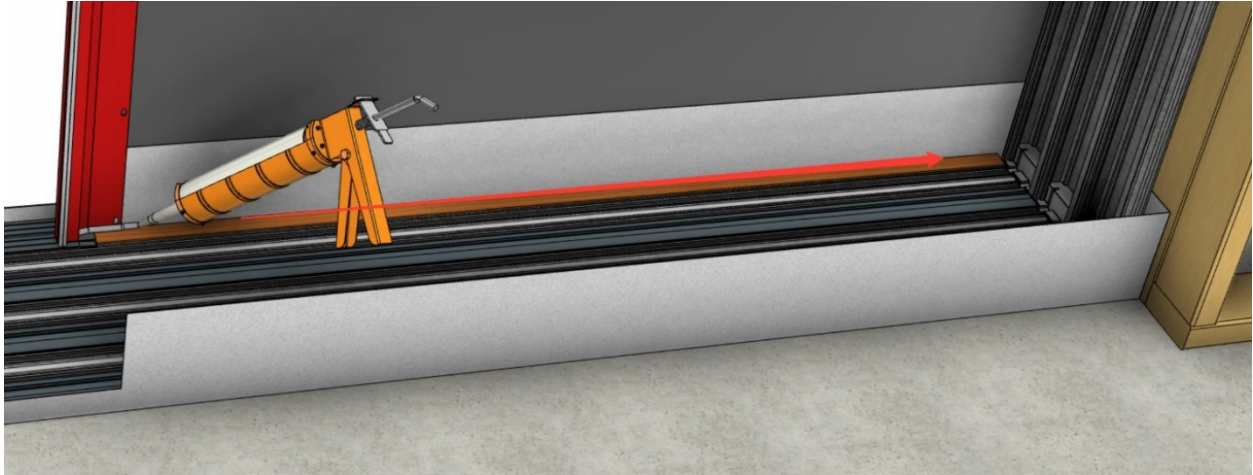

Fig PKT 9
- Antes de instalar el primer panel, selle la parte frontal del umbral contra la parte posterior de la pared exterior del hueco (Fig. PKT 9).